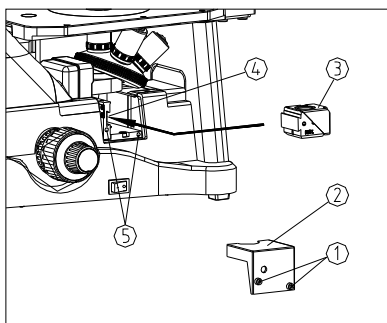
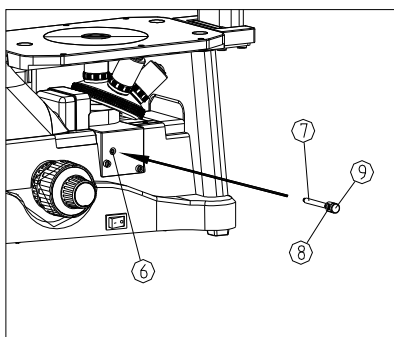

图 4
图 5
- (1) 用 M4 内六角扳手将紧固螺钉①完全松开,移出右防护罩②。(如图 4)
- (2) 将荧光滤光镜组 B1③的燕尾楔对准导轨座④的燕尾槽,轻轻推入到导轨座④的右边位置。
- (3) 套上右防护罩②,将紧固螺钉①对准导轨座④上面的螺孔⑤,再用 M4 内六角扳手将紧固螺钉①拧紧。
- (4) 将拉杆⑦插入右防护罩②上的孔⑥,对准里面荧光滤光镜组 B1③的侧面螺孔,然后拧紧。(如图 5)
- (5) 稍微旋松拼帽⑨,将标记块⑧上面的“B”字符旋转到面向使用者位置,然后再将拼帽⑨拧紧。